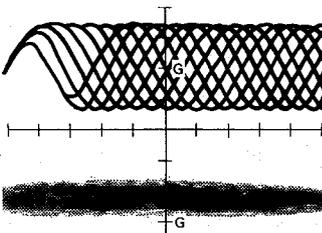

Abb. 30
- Für Abbildung 30: AF ist optimal.